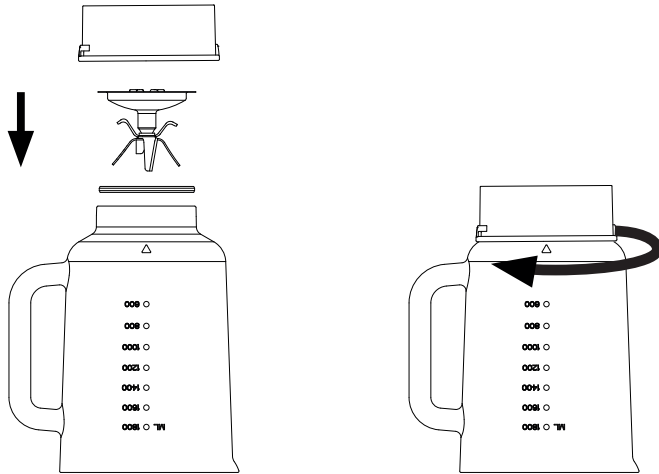

Fig.2
- Colocar la jarra sobre la unidad del motor girando en sentido de las agujas del reloj tal como indica la flecha. (Fig.2).